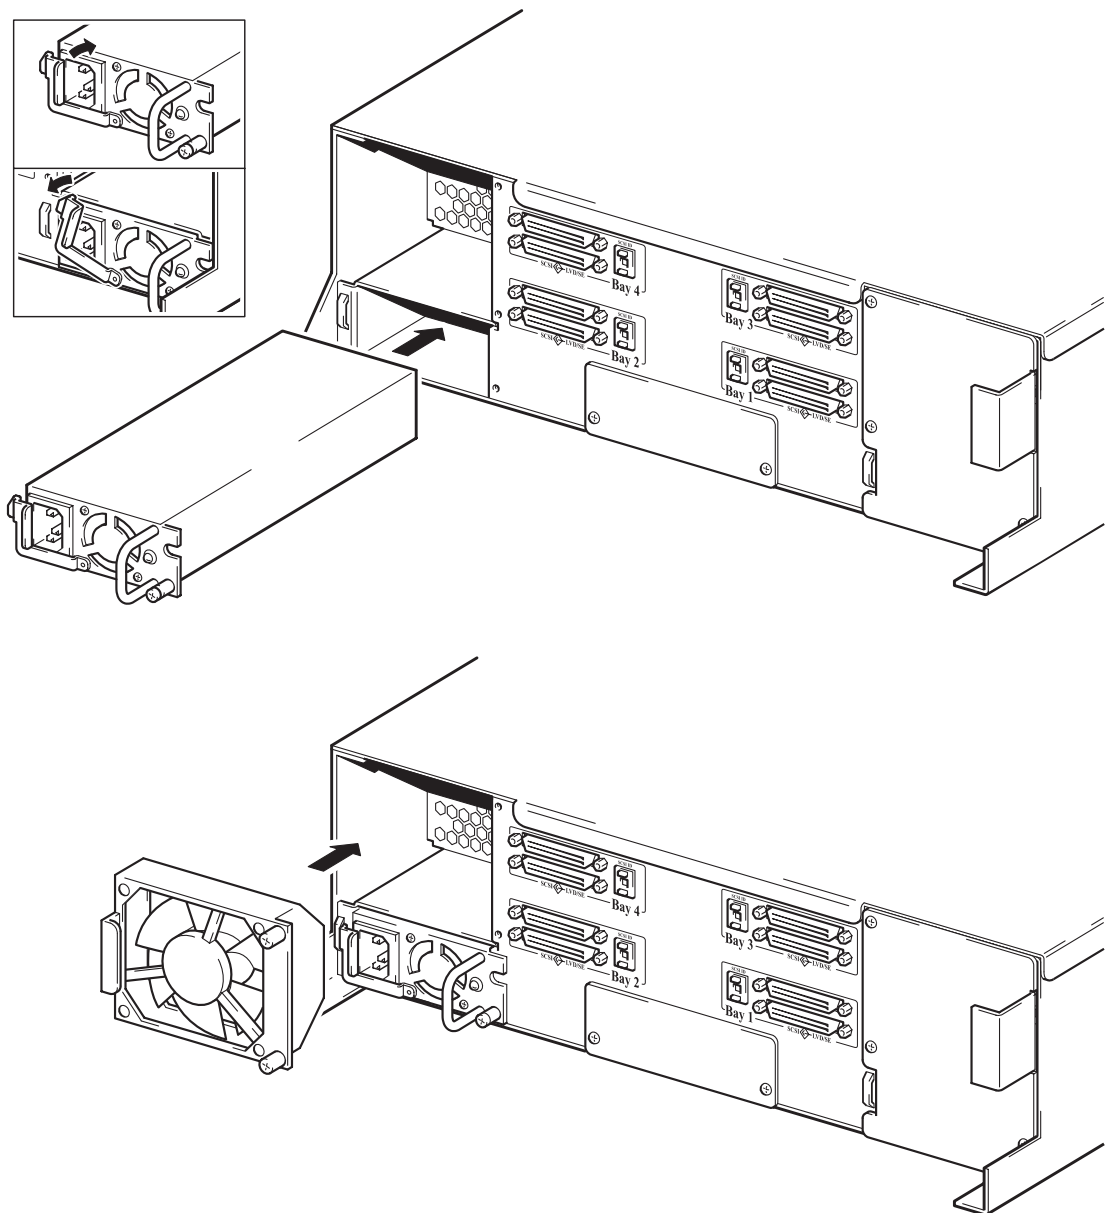

Figure 11 : remplacement des ventilateurs et de l'alimentation
- 2 Alignez le ventilateur de rechange comme le montre la Figure 11 et insérez-le dans l'ouverture.
- 3 Alignez la nouvelle alimentation (l'étiquette de mise en garde jaune doit être sur le dessus) et insérez-la en la faisant glisser dans l'ouverture, comme le montre la Figure 11 (aucun cordon d'alimentation ne doit y être connecté). Faites pivoter le mécanisme de verrouillage dans le sens des aiguilles d'une montre, de manière à dégager la patte de fixation, puis insérez complètement l'unité.